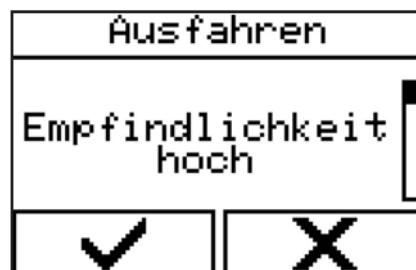

Abbildung 111 - Menü Kollisionserkennung aktivieren
3. Für die ausgewählte Verfahrrichtung die Empfindlichkeit der Kollisionserkennung (hier: „Empfindlichkeit hoch“, Abbildung 111) einstellen: